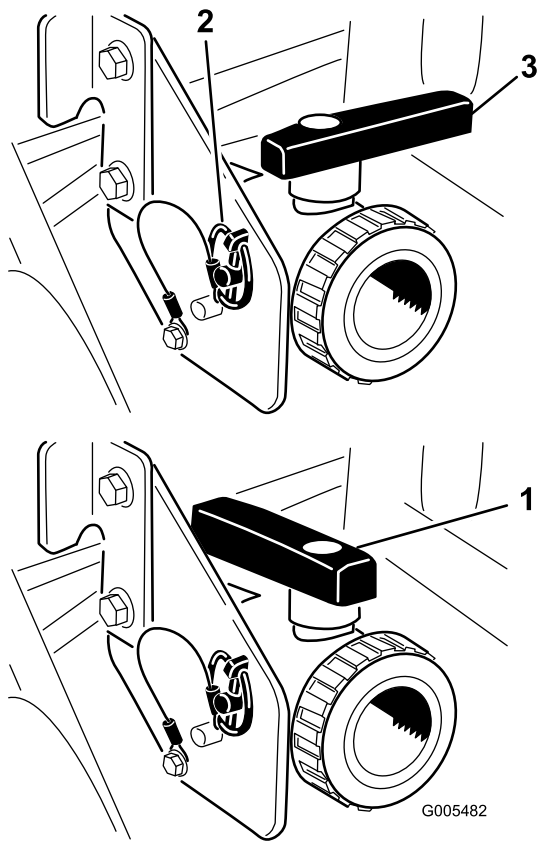

Bild 27
Öffnen Sie das Ventil, sodass nicht verwendete Materialien vom Behälter ablaufen können und entsorgen Sie diese gemäß der lokalen Vorschriften und der Vorschriften des Herstellers (Bild 27). Nehmen Sie nach dem Ablassen den Klappstecker von der Halterung ab, mit der das Ablassventil an der Maschine befestigt ist, und legen Sie das Ventil auf den Boden. Dann kann Restmaterial in der Leitung ablaufen.
3. Wenn der Behälter ganz geleert ist, setzen Sie das Ventil mit dem vorher abgenommenen Klapstecker im Rahmen ein und schließen Sie das Ablassventil (Bild 27).